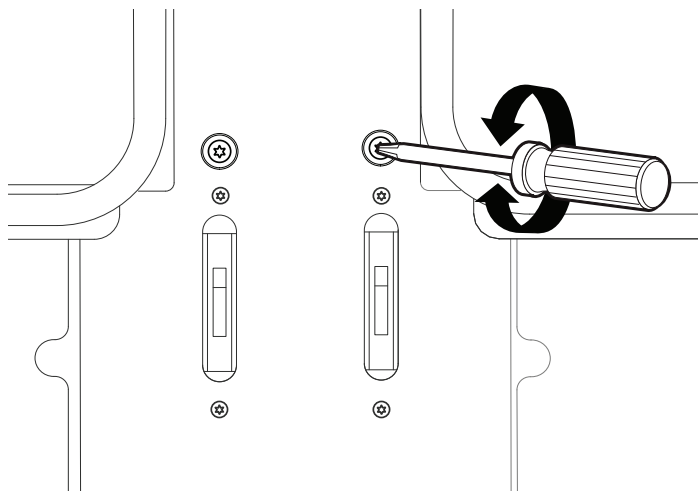

Figure 10 : Vis d'ajustement des charnières
4. Vous pouvez ajuster l'inclinaison en vissant ou dévissant à l'aide d'un grand tournevis Torx T-20 la vis Torx de la charnière, située directement au-dessus de la fente de la charnière. Tournez la vis jusqu'à ce que la porte soit correctement alignée (Figure 10).